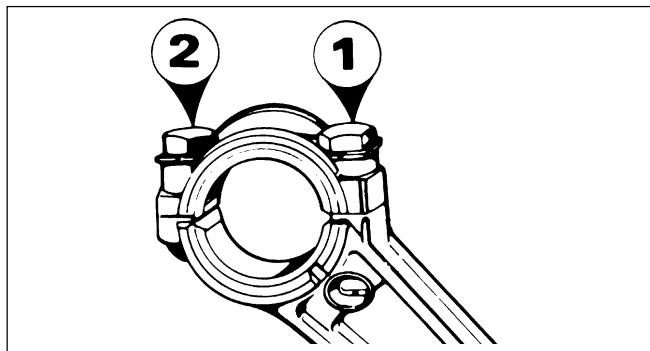

Fig. 53
- serrer ensuite les vis avec une clef dynamométrique, selon les valeurs indiquées dans les tableaux et en suivant la séquence de la Fig. 53.